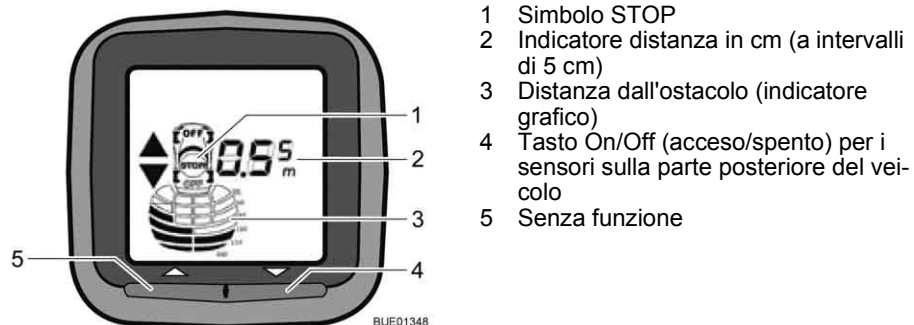

Fig. 21 Quadro di segnalazione Park Boy V
Nella zona passeggeri, un quadro di segnalazione con display (Fig. 21) indica la distanza dall'ostacolo. Contemporaneamente viene emesso un segnale acustico come segnale di avvertenza.
- Premere il tasto On/Off (Fig. 21,4). Il display si illumina e vi compare il simbolo del veicolo. Il sensore di controllo distanza durante il parcheggio è pronto per le misurazioni.
- Premere il tasto On/Off (Fig. 21,4). Indipendentemente dal modo in cui è stato acceso, il sensore di controllo distanza durante il parcheggio può venire spento in qualsiasi momento mediante il tasto On/Off (acceso/spento).
Il display (Fig. 21) indica la distanza in passi di circa 5 cm. Il sensore indica sempre la distanza più breve rilevata.